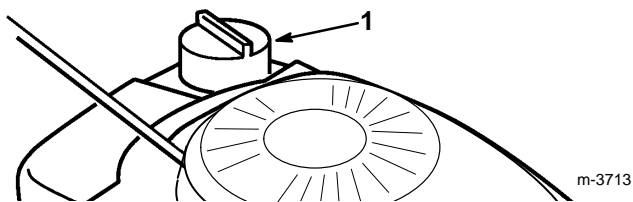

Figure 5
1. Retirer le bouton du réservoir d'essence après avoir nettoyé tout autour (Fig. 5).